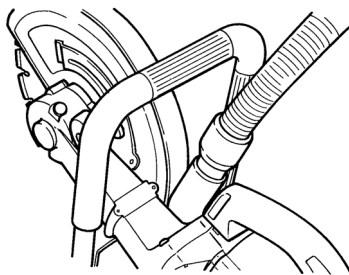

図 7
- (2) ホースを集じんホースに取付けて、電動工具用集じん機(別売品)で集じんしてください。(図7)